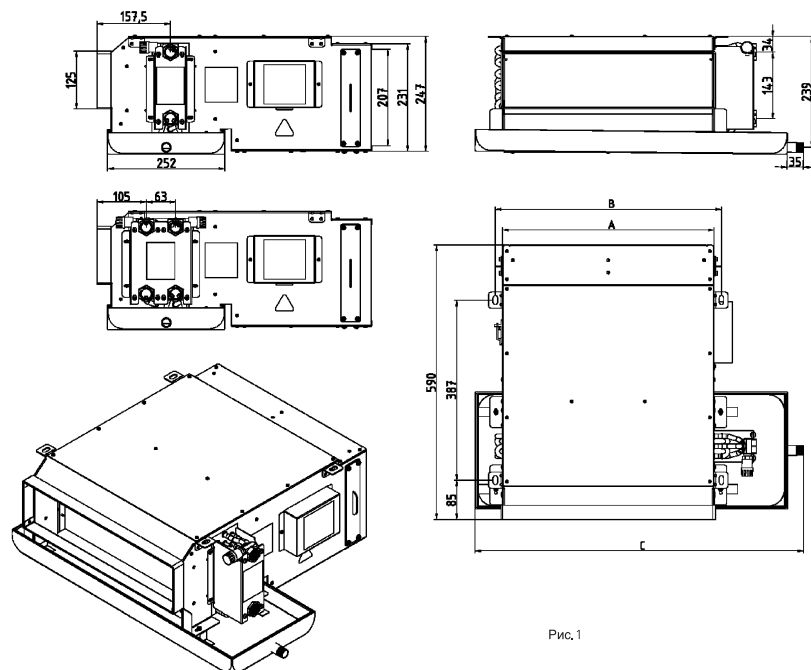

Рис. 1
- 2 Имеется достаточное пространство для монтажа и техобслуживания. См. размеры блока (рис. 1) и схему корректировок.